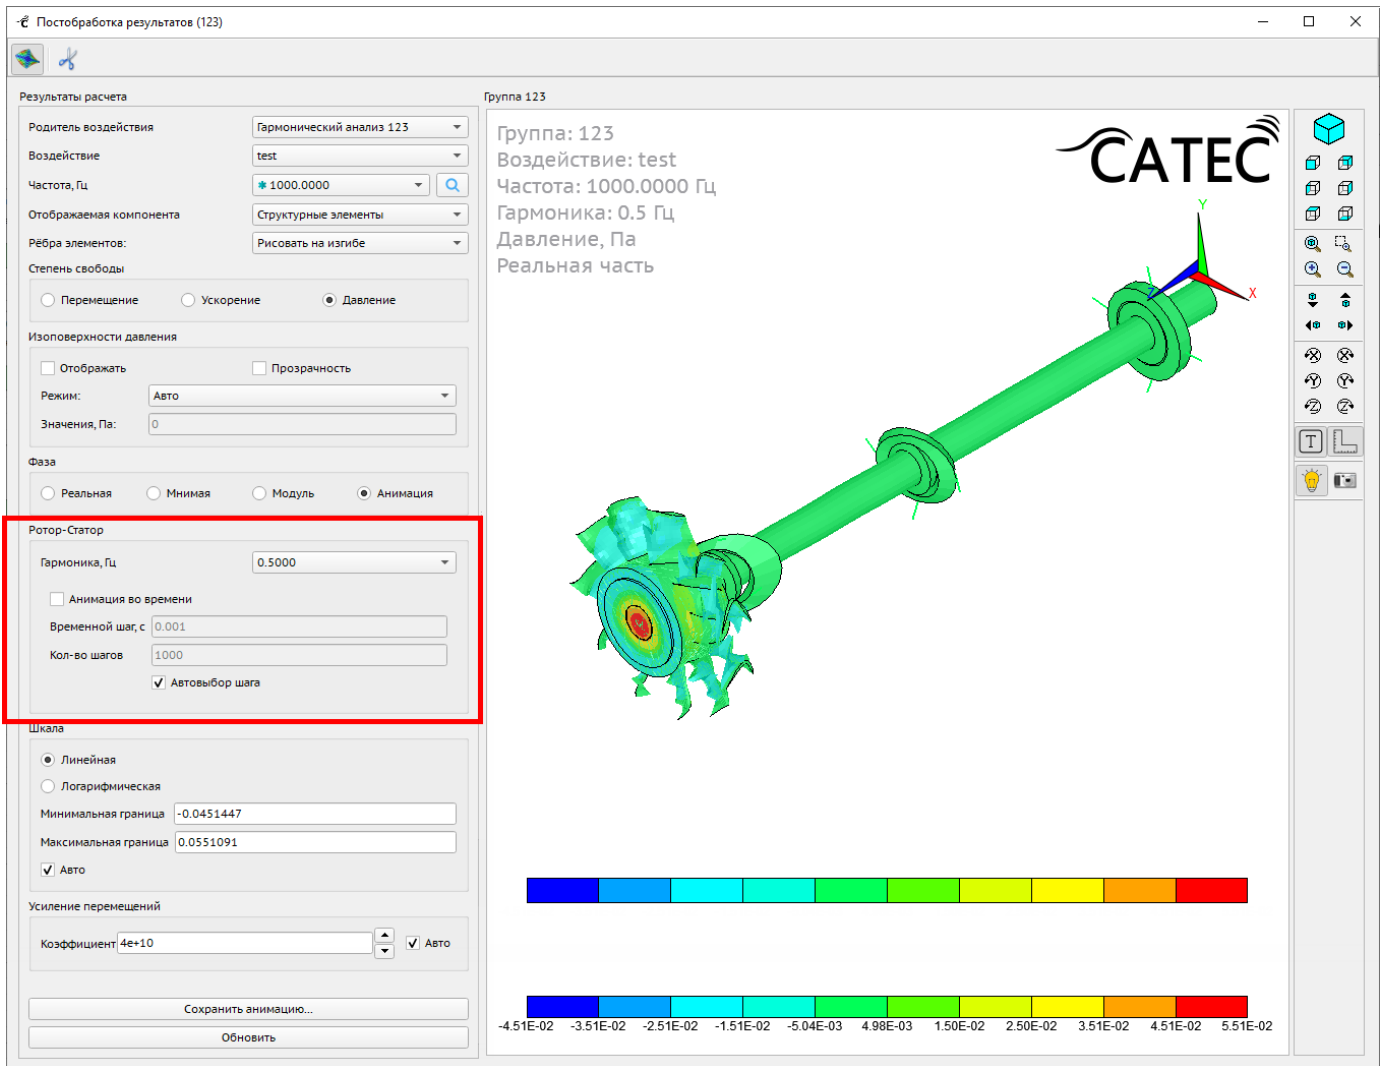

Рисунок 356 – Параметры интерфейса «Ротор-Статор»
– «Степень свободы» – «Перемещение», «Ускорение» или «Давление». Окраска модели в узлах производится в соответствии с величиной выбранной степени свободы. Если узел не содержит выбранной степени свободы, он окрашивается в черный цвет/ При выборе варианта «Давление» также отображаются поля настроек изоповерхностей давления. Изоповерхности давления позволяют увидеть направления излучения акустических волн. Возможно задать любое количество изоповерхностей с заданными давлениями (Рисунок 356).
При первоначальном чтении результата отображается нулевая гармоника, а при наличии в результате других гармоник становится доступен их выбор. Если в результате расчета гармонического анализа имеется несколько гармоник (что возможно только при расчете с учетом вращения), после нажатия на кнопку «Обновить» отобразится блок настроек «Ротор-Статор» (Рисунок 356). Подробно см. п. 3.7 Расчет с учетом вращения подобласти.